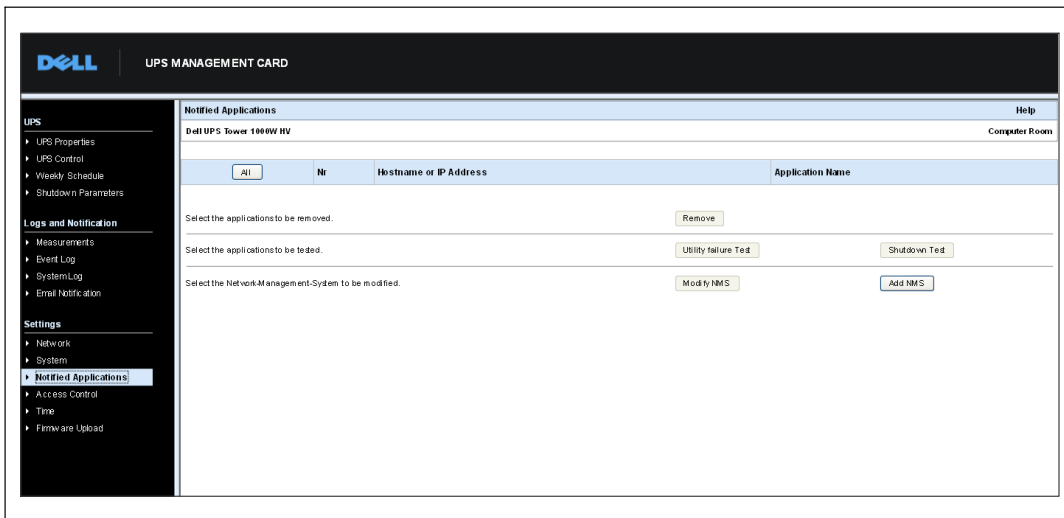

Figura 33. Página Aplicaciones notificadas
- 1 Seleccione **Aplicaciones notificadas** desde la barra de menús. Se abre la página de Aplicaciones notificadas (consulte la Figura 33).